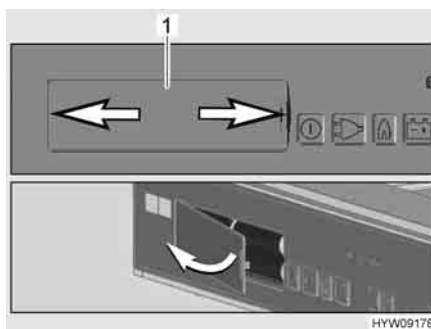

Fig. 146 Vano batteria
- Premere contemporaneamente a sinistra e a destra sul coperchio (Fig. 146,1) del vano batteria (freccia).